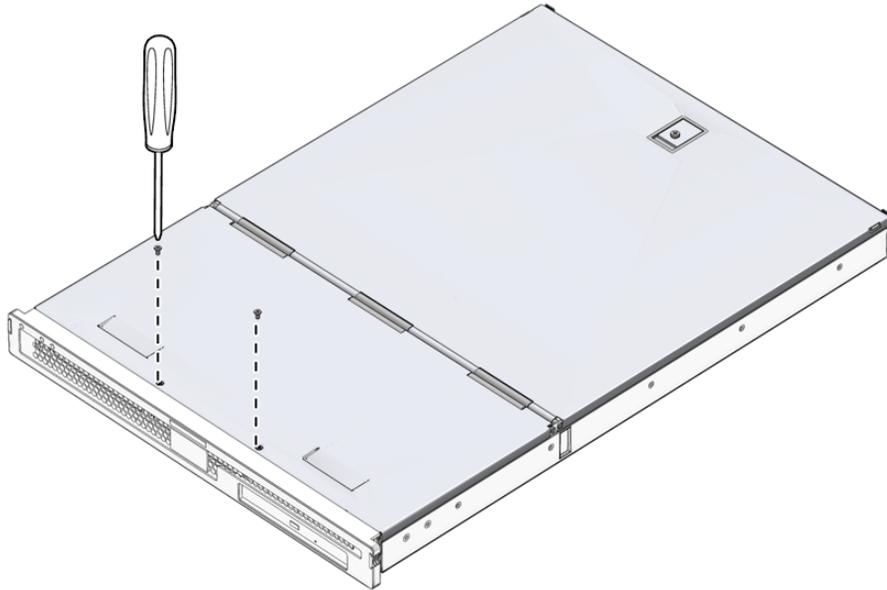

FIGURE 1-2 Emplacement des vis de la section avant du capot
2. Dévissez les vis qui fixent la section avant du capot au châssis (voir FIGURE 1-2).